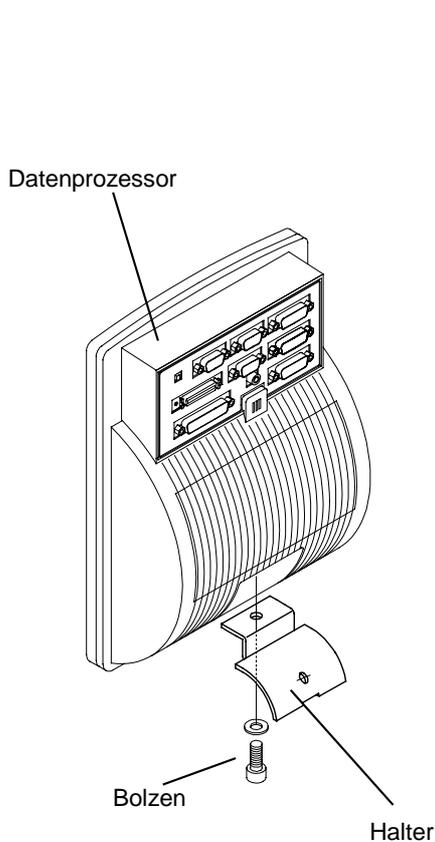

Abb. 2-1
- 1) Wie in Abbildung 2-1 zu sehen, müssen Sie zunächst den Halter mit Hilfe des Bolzens am Datenprozessor befestigen. (Hierzu benötigen Sie einen Sechskantschlüssel der Größe 6)